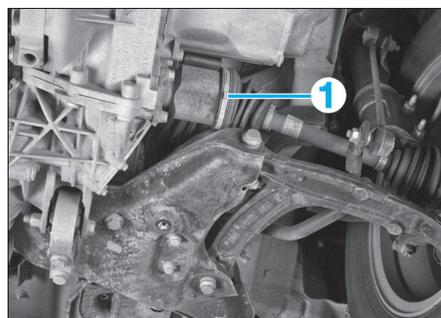

FIG. 1
- Desserrer le collier (1) (Fig.1) du soufflet.